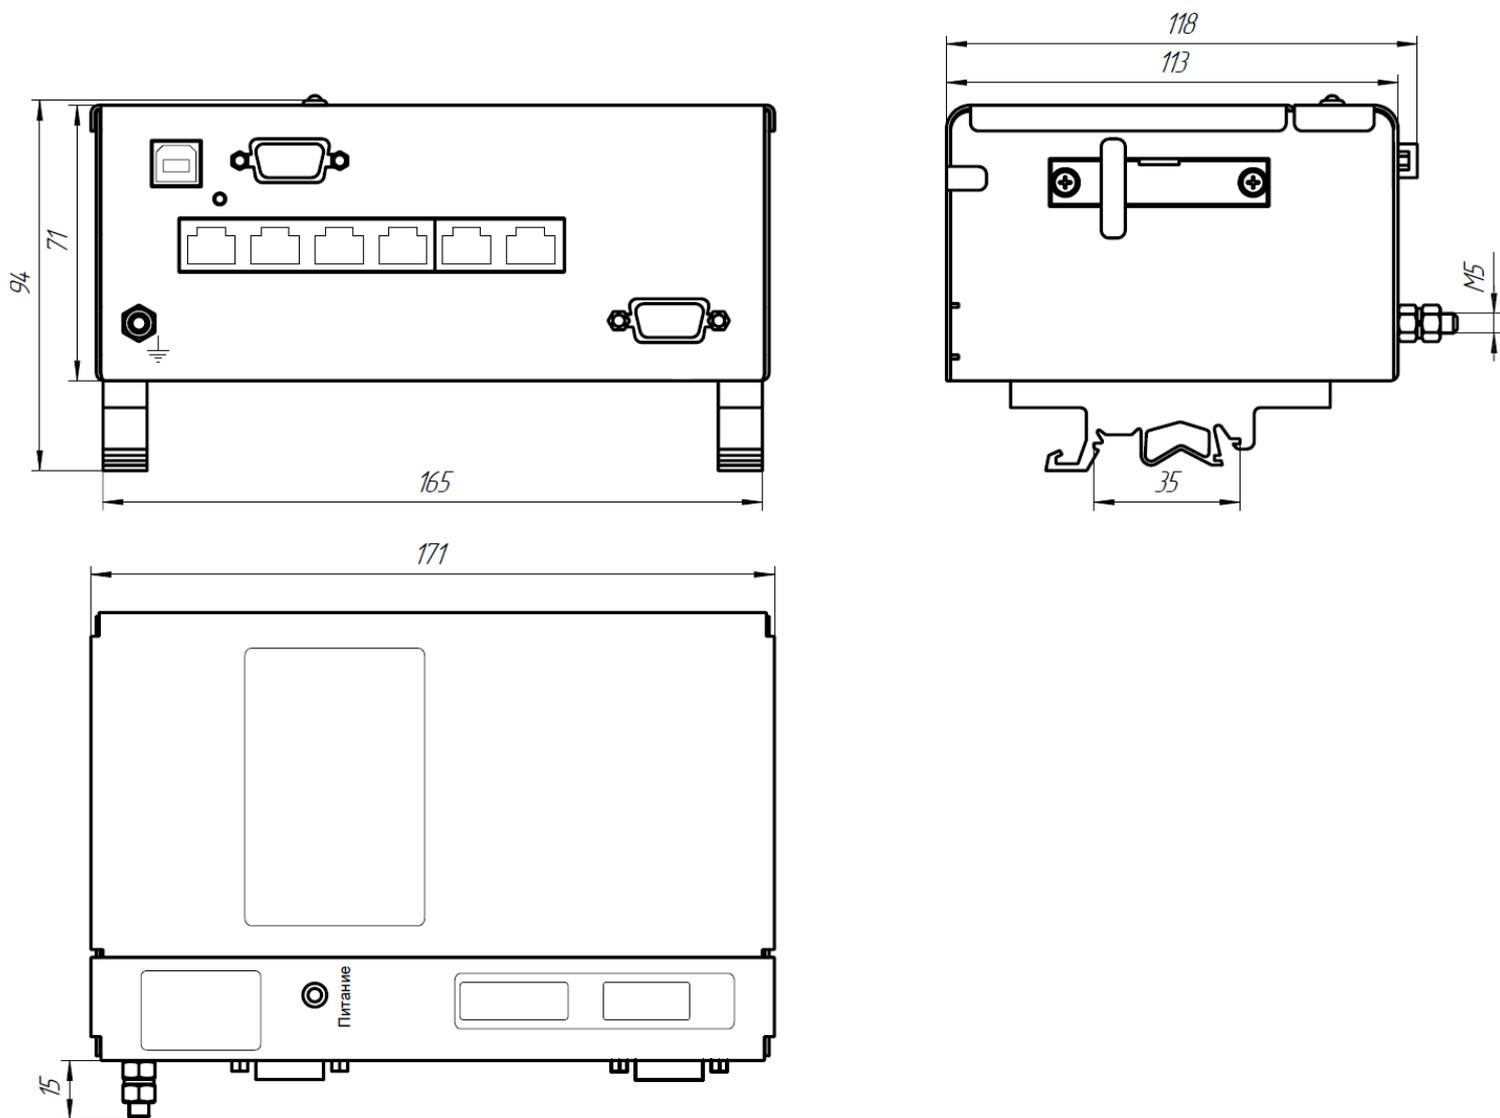

Рис. 1 Внешний вид и габаритные размеры контроллера вагона
2.1.9 Конструктивно контроллер выполнен в виде металлического корпуса, с элементами крепления на рейку TH35(DIN) ГОСТ Р МЭК 60715 (смотри рис. 1).